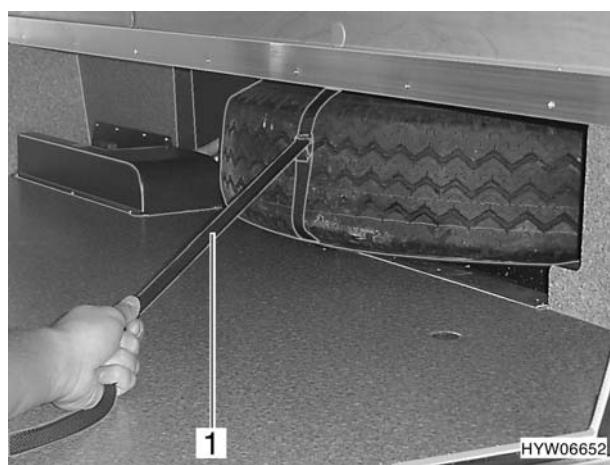

Fig. 219 Ruota di scorta nel doppio fondo
- Estrarre la ruota di scorta con la cintura di arresto (Fig. 219,1).